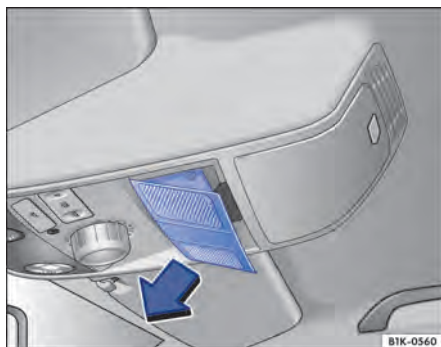

Fig. 213 No revestimento do teto: remover a cobertura.
- Remover a cobertura no sentido da seta ⇒ Fig. 213.